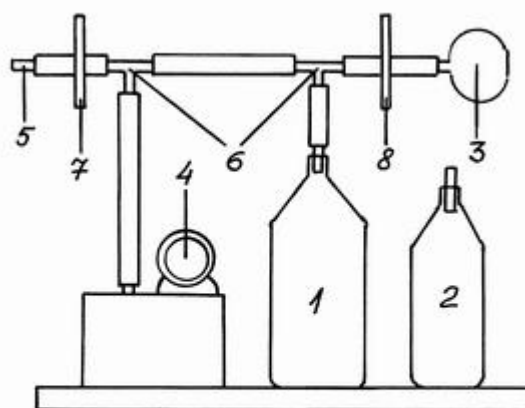

Рис. 4
**ЛКТ-10.** Элементы комплекса ЛКТ-10 (баллоны, весы, манометр) смонтированы на плите-основании (рис.4). При проведении измерений на ЛКТ-10 необходимо выполнить следующие операции.
2. Соединить силиконовыми шлангами при помощи тройников (6) баллон (1), резиновую грушу (3), манометр (4) и капилляр (5) так, как показано на рис.4.
3. Перекрыть капилляр зажимом (7), накачать в баллон воздух до разности давлений  $\Delta P_{нач} \approx 180-200$  мм.рт.ст. перекрыть зажимом (8) шланг от резиновой груши.